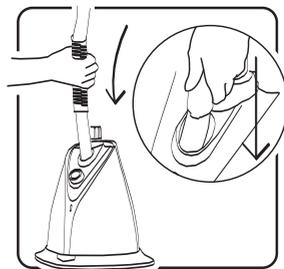

рис.1
6.1.3 Кожух шланга поверните так, чтобы выступ был спереди и вставьте его до упора вниз. (рис.1)